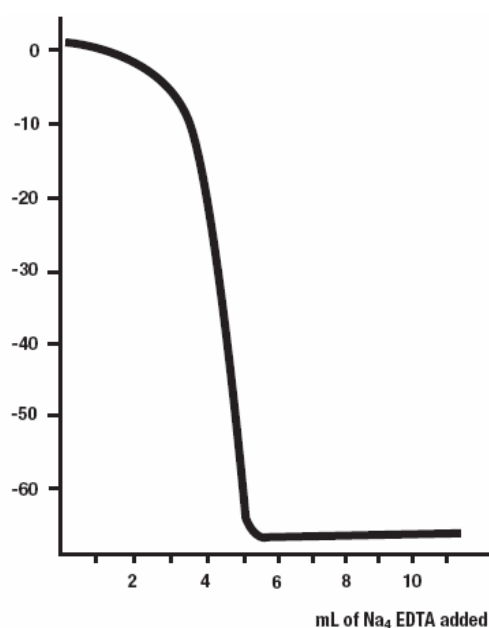

图 5 典型的滴定曲线： $5 \times 10^{-3}\text{M}$   $\text{CaCl}_2$ ，添加  $0.1\text{M}$   $\text{Na}_4\text{EDTA}$ （用氨水调节 pH 值至 10）。
4. 使用 10mL 滴定管滴加 EDTA 滴定剂，再以电极电位对滴定剂体积作图。图上斜率最大的一定（拐点）即为滴定终点。见图 5。